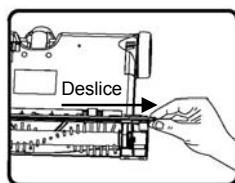

Fig. 15
11. Para reemplazar la escobilla de goma, siga las instrucciones anteriores para quitar los engranajes y remueva la escobilla de goma deslizando de izquierda a derecha. (Fig. 15)